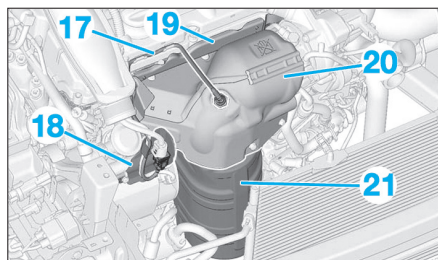

Fig. 51
- les vis de fixation (15) de la cassette de refroidissement,
- la cassette de refroidissement (16) par le haut.
- la sonde à oxygène amont (17) catalyseur (Fig.51),